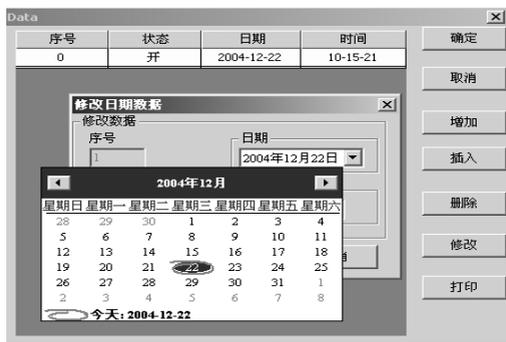

图 3.22 增加一个时间
④ 增加：当您需要增加一个时间时，请点击“增加”按钮，出现对话框，如图 3.22 所示，用鼠标点击开关设置的状态 ON/OFF，然后设置开关的日期和时间，再点击“确认”按钮，即可增加一条时间记录。
在此需要指出的是 QUICK II 为您提供了最佳的日期设定方式，您只需用鼠标点击一次日期栏右边的下翻箭头，即出现一张万年历图表，如图 3.22 所示，您可在该万年历上任意选择您要设定的日期，点击确认后，即可完成日期的设定。所以，FAB2 可实现的控制是实时的，而且是没有限定的。
- ☞ 插入：当您需要在已有的时间设定组合中，某个时间前插入一个时间时，请先将光标置于该时间上，点击“插入”按钮，出现对话框如图 3.22 所示，用鼠标点选开关设置的状态 ON/OFF，然后设置开关的时间和日期，再点击“确认”按钮，设定完毕。
- ☞ 修改：当您想修改某个时间时，请先将光标置于该条时间记录上，然后点击“修改”按钮，随之出现类似于图 3.22 的时间设定画面，重新设定开关状态、日期和时间后，点击“确认”按钮，即可修改该条时间记录。